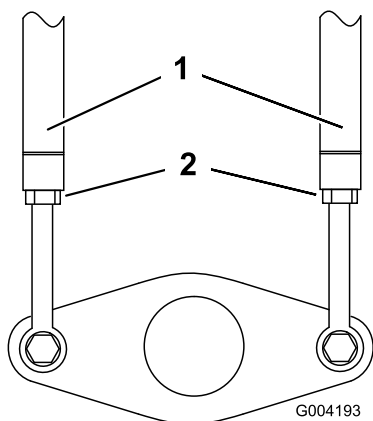

Figure 49
3. Desserrez les écrous de blocage sur les tiges de déplacement, sous le panneau de commande (Figure 49).